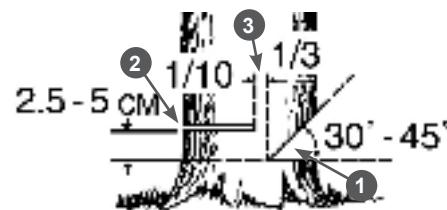

Рис. 9 Расположение запила, пропила и недопила
- Начните пилить с той стороны дерева, куда оно должно упасть (Рис. 9). Сделайте запил 1 с той стороны, куда должно упасть дерево, глубиной примерно $\frac{1}{3}$ диаметра ствола и под углом от 30 до 45 градусов (Рис. 9). В начале пиления первым должен коснуться дерева зубчатый упор. Затем, используя зубчатый упор в качестве точки вращения, вращением электропилы погружайте шину с движущейся цепью в древесину. При спиливании крупных деревьев перестановку упора делают несколько раз.
- Сделайте основной валочный пропил 2 с противоположной стороны, выше основания запила на 2,5-5 см. Между основным пропилом и запилом должен оставаться недопил 3 равный примерно $1/10$ диаметра ствола. Вставьте своевременно клин в пропил. Недопил 3 действует как шарнир и позволяет контролировать падение дерева (Рис. 9).
Ни в коем случае не допиливать до конца недопил 3 (Рис. 9), так как при этом невозможно контролировать направление падения дерева.